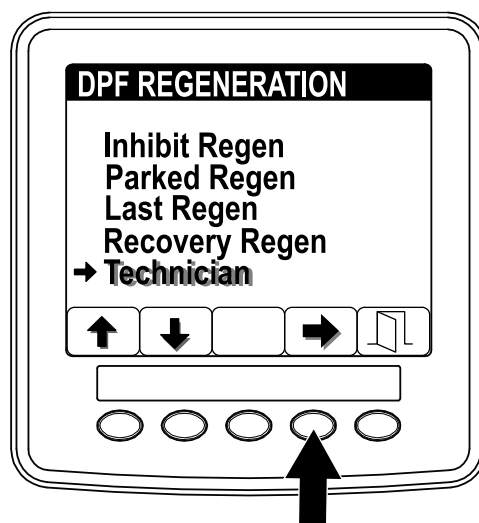

図 38
1. 再生 DPF Regenerationメニューから、ボタン 1 と 2 を使ってスクロールして TECHNICIAN整備士用メニューに入る 図 38。
2. ボタン 4 で Technician に入る 図 38。